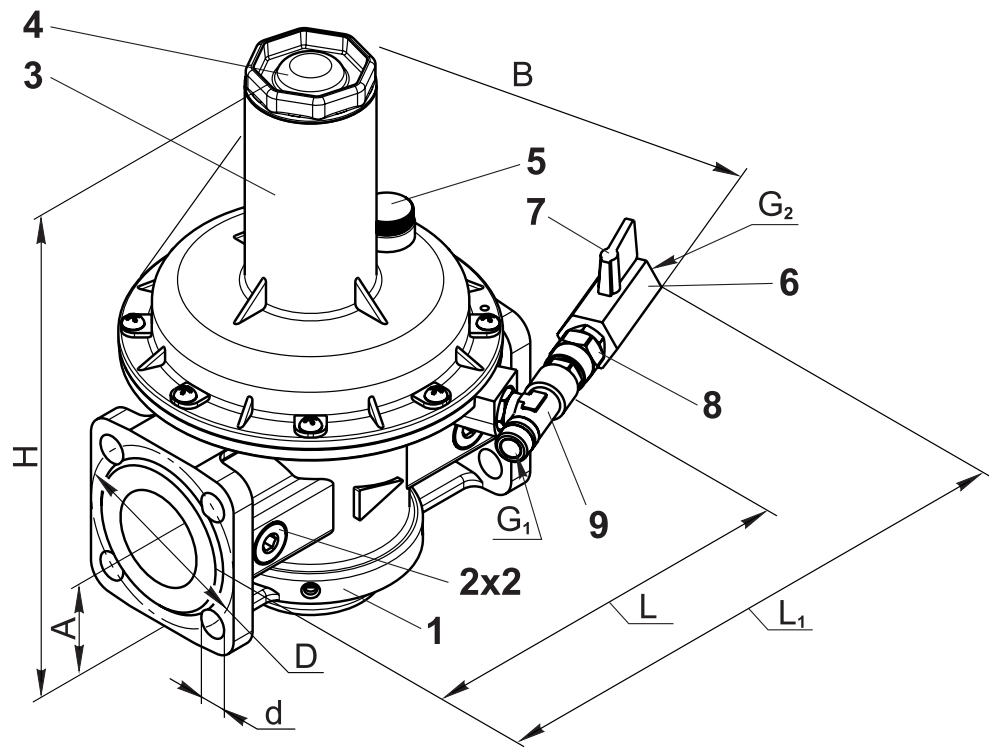
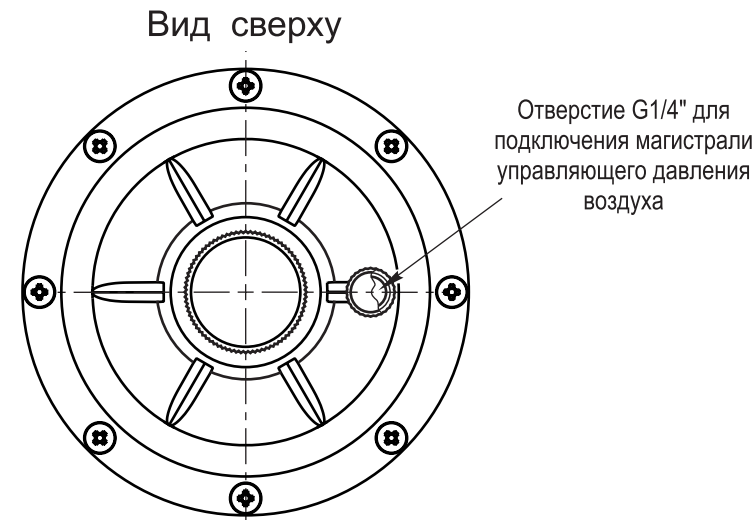

Рис. 1
Рис. 7
2.1 Регулятор (см. рис. 1) состоит из непосредственно регулятора:
4.2.13 Перед установкой регулятора необходимо смонтировать дроссельный узел (поз. 6, 7, 8 и 9) в соответствии с рис.1 (собранный дроссельный узел прикладывается комплектно к регулятору). После монтажа дроссельного узла необходимо проверить внешнюю герметичность всех стыков в узле.
4.2.14 Для подключения магистрали управляющего давления воздуха необходимо выкрутить заглушку 5 (рис. 1 и рис. 7) с резьбой G1/4" и присоединить в данное отверстие соответствующий трубопровод.
- регулирующей ручкой 7 (рис. 1) установить требуемое соотношение газ-воздух.